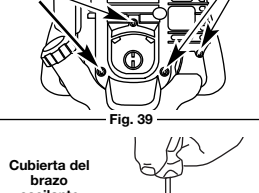

Fig. 41
- El pistón se encuentre en la parte superior de su recorrido mientras mira dentro del orificio de la bujía de encendido (Fig. 41).
es 0,076 – 0,152 mm (0,003 – 0,006 pulgadas). Use un calibrador regular de automóvil de 0,127 mm (0,005 pulgadas). El calibrador debe deslizarse entre el balancín y el vástago de la válvula con una ligera cantidad de resistencia, sin doblarse (Fig. 41 y 42).